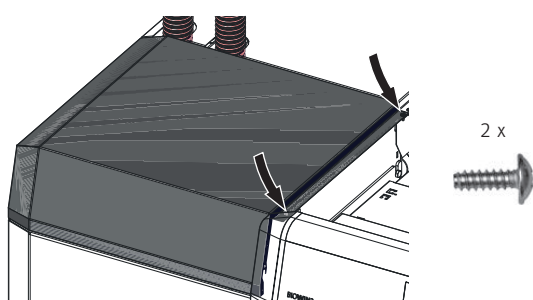

Fig. 118 Posizionare il coperchio del rivestimento serbatoio davanti e fissarlo con 2 viti autofilettanti
- ▶ Posizionare il coperchio del rivestimento serbatoio davanti sulla caldaia o infilarlo anteriormente e fissarlo con 2 viti autofilettanti – Fig. 118.